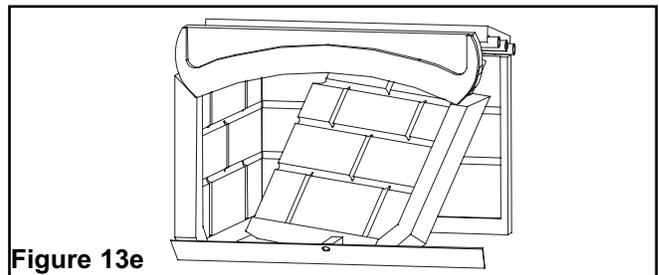

Figure 13e
7. Faites ensuite pivoter la pierre en arche pour qu'elle soit en position horizontale comme à la Figure 13e et faites glisser la pierre de droite pour la mettre à sa place. La pierre en arche est alors soutenue par les deux pierres latérales.